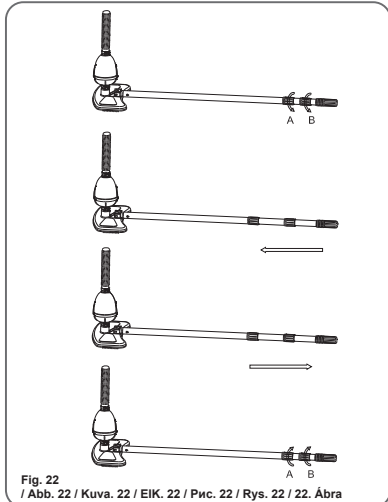

Fig. 22 / Abb. 22 / Kuva. 22 / EIK. 22 / Pvc. 22 / Rys. 22 / 22. Ábra
4. To adjust the length of the pole, turn handle A and B counter clockwise and slide each section to extend or shorten. Turn clockwise to lock each section in place. (See Fig. 22)
4. Para ajustar o comprimento da haste, gire a alça A e B no sentido anti-horário e deslize cada seção para alongar ou encurtar. Gire no sentido horário para trancar cada seção no lugar. (Veja Fig. 22)
4. Para ajustar la longitud del mango, gire el asa A y B en sentido anti-horario y deslice cada sección para alargarla o acortarla. Gire en sentido horario para bloquear cada sección en su sitio. (Vea Fig. 22)
4. Zur Einstellung der Stangenlänge drehen Sie den Griff A und B entgegen den Uhrzeigersinn verlängern oder verkürzen jeden Abschnitt. Im Uhrzeigersinn gedreht, rastet jeder Abschnitt ein. (Siehe Abb. 22)
4. Om de lengte van de paal te regelen, draai de hendels A en B linksom en verschuif elk deel om te verlengen of te verkorten. Draai rechtsonder om elk deel op zijn plaats te vergrendelen. (Zie Fig. 22)
4. Per regolare la lunghezza dell'asta ruotare in senso antiorario le maniglie A e B, quindi far scorrere ciascuna sezione per allungare o accorciare l'asta. Ruotare in senso orario per bloccare in posizione ciascuna sezione. (Vedere Fig. 22).
4. Pour régler la longueur du manche, tournez les poignées A et B dans le sens des aiguilles d'une montre et faites glisser chaque section pour l'allonger ou le raccourcir. Tournez dans le sens des aiguilles d'une montre pour mettre en place chaque section. (Voir Fig. 22)
4. Для регулировки длины шеста, поверните ручки А и В против часовой стрелки и раздвигайте или сдвигайте секции до нужной длины. Поверните секции по часовой стрелке, чтобы зафиксировать их на месте. (См. Рис. 22)